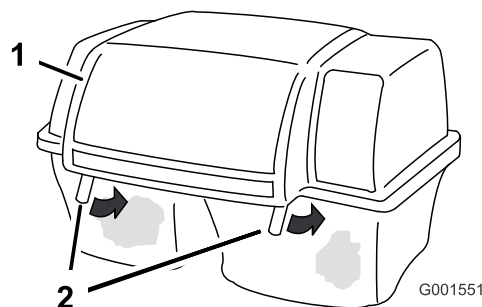

Figura 8
4. Baje el capó sobre las bolsas. Luego presione hacia abajo ambos cierres de retención del ensacador hasta que queden enganchados en el bastidor de las bolsas, según se muestra en Figura 8.